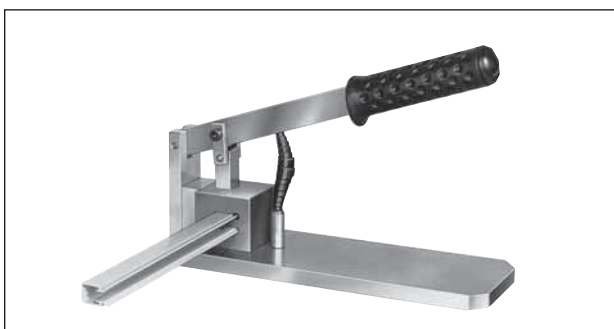
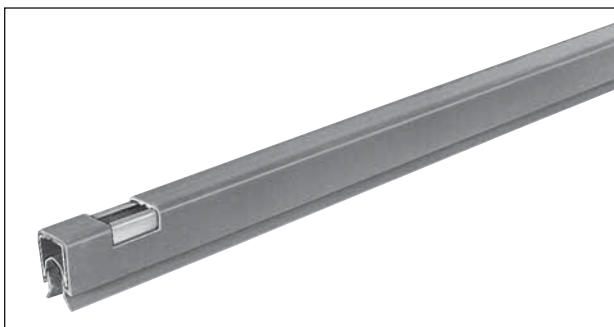

Bild 13: Handstanze
Bild 14
- 1) Isolierprofil um ca. 50 mm vom Stromschieneprofil herunterziehen und mit der Handstanze HST 15 (Bild 13) eine rechteckige Ausnehmung in das Isolierprofil stanzen (Bild 14 und Skizze 6 a).